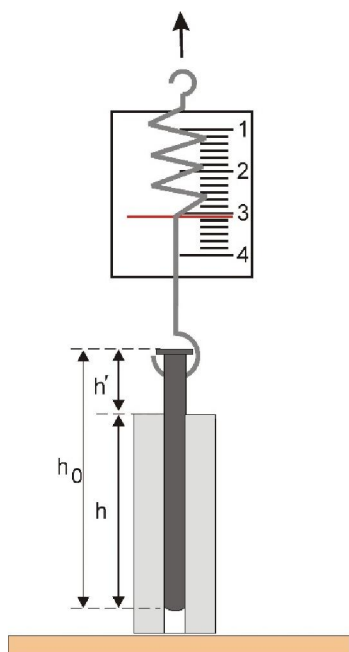

Рисунок 1. Схема установки из П 1.
1.1. Аккуратно установите тело 1 в вертикальное положение и зафиксируйте на штативе (см. Рис. 1).